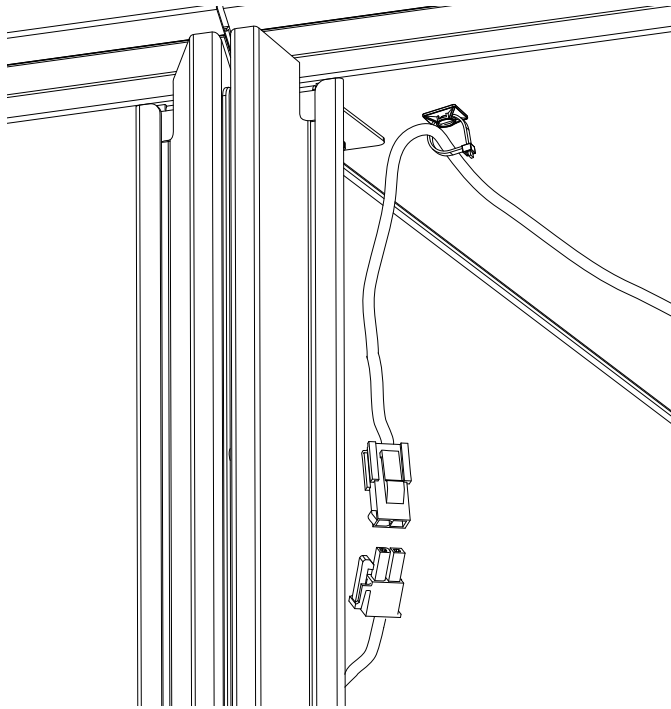

Fig. 7 Connexion rapide, l'image ne montre qu'un seul câble
17. Depuis l'intérieur, fixez les câbles de connexion rapide entre les côtés et la section centrale, figure 7. Les câbles sont marqués pour faciliter les connexions correctes.